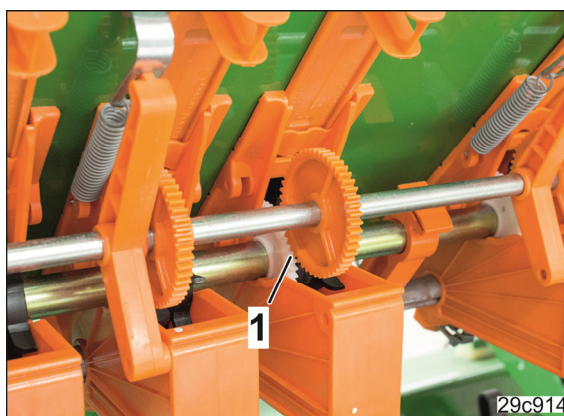

Fig. 254
- 10.1 Pass på, at tennene (Fig. 254/1) til tannhjulene griper inn i hverandre.